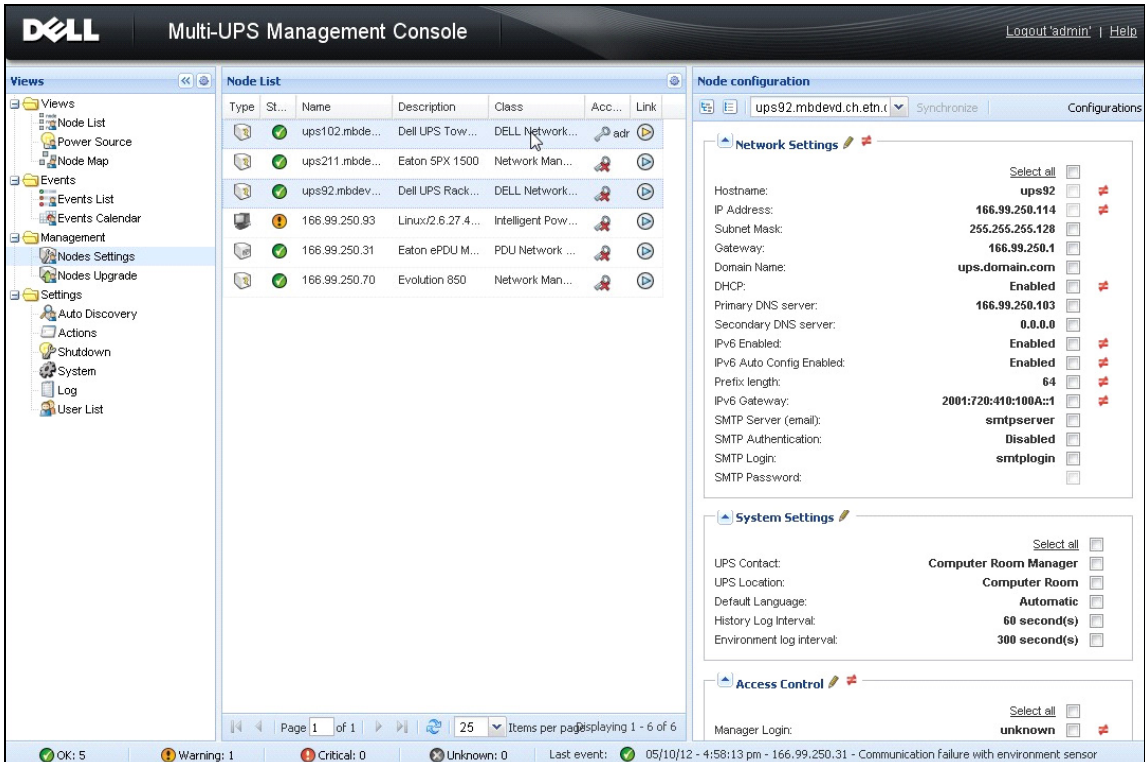

Figura 57. Configurazione di massa di NMC
- 1 Da **Gestione > Impostazioni nodi**, selezionare diverse schede dalla pagina Elenco nodi utilizzando la combinazione "ctrl-clic" (vedere Figura 57).